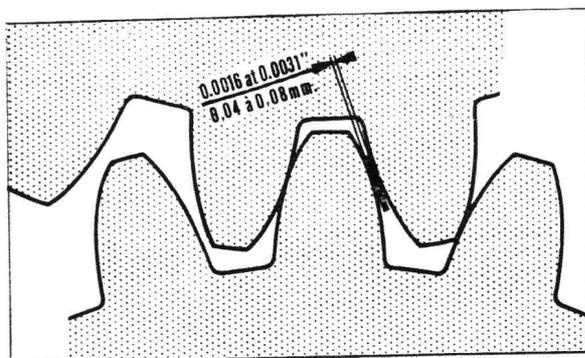

Fig. 15
3° Vérifier le jeu entre-dents des pignons, suivant les fig. 15 et 16.
- 4° Vérifier le jeu entre-dents des pignons suivant fig. 15 et 16.
suivant les fig. 15 et 16.